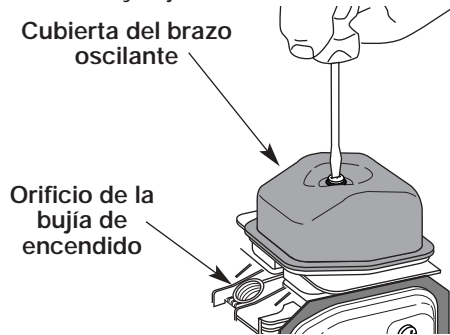

Fig. 44
7. Limpie la suciedad de alrededor de la cubierta del brazo oscilante. Saque el tornillo que sostiene la cubierta del brazo oscilante con un destornillador grande de vástago plano o con una broca Torx T-25 (Fig. 44). Saque la cubierta y la junta del brazo oscilante.
- El pistón se encuentre en la parte superior de su recorrido mientras mira dentro del orificio de la bujía de encendido (Fig. 44).